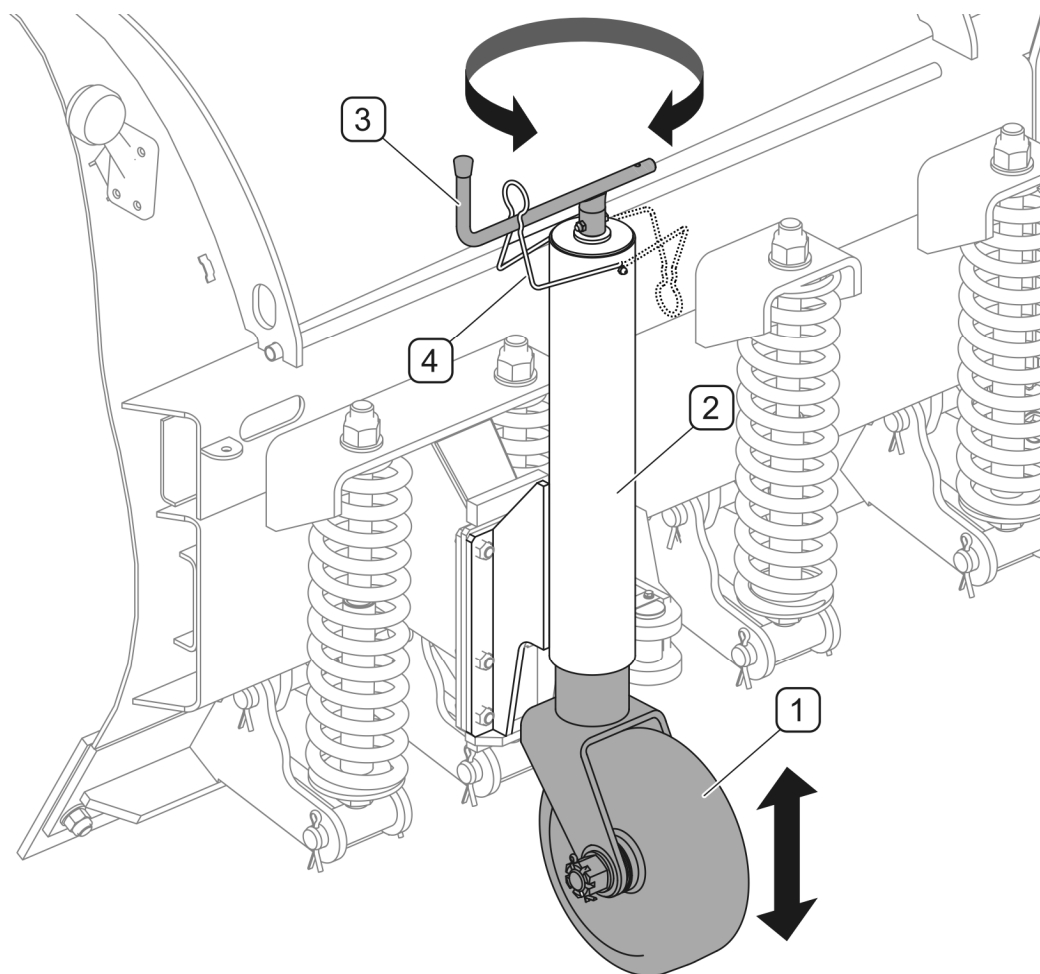

РИСУНОК 4.8 Регулирование рабочей высоты в снегоотвалах, оснащенных колесами
(1) - колесо; (2) - корпус; (3) - рукоятка; (4) - блокида рукоятки
В снегоотвалах, оснащенных опорными колесами (РИСУНОК 4.8) регулирование рабочей высоты осуществляется путем перемещения колеса (1) вверх или вниз в корпусе (2) поворотом рукоятки (3). Рукоятка фиксируется блокировкой (4). Требуемая высота колеса фиксируется положением рукоятки (3) и блокидой (4). Рекомендуется, чтобы оба колеса располагались на одинаковой высоте.